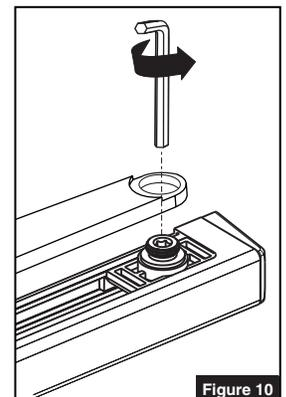

Figure 10
2. Fixer le bras principal au coulisseau du rail à l'aide de la clé hexagonale de 5mm (3/16") fournie. Tourner la clé dans le sens inverse des aiguilles d'une montre pour la serrer. (Figure 10)